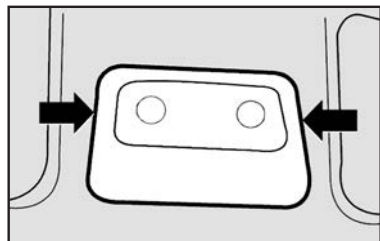

fig. 38
- Com uma chave de fenda nos pontos indicados **fig. 38**, remover o conjunto da luz interna montada a pressão pelas travas.